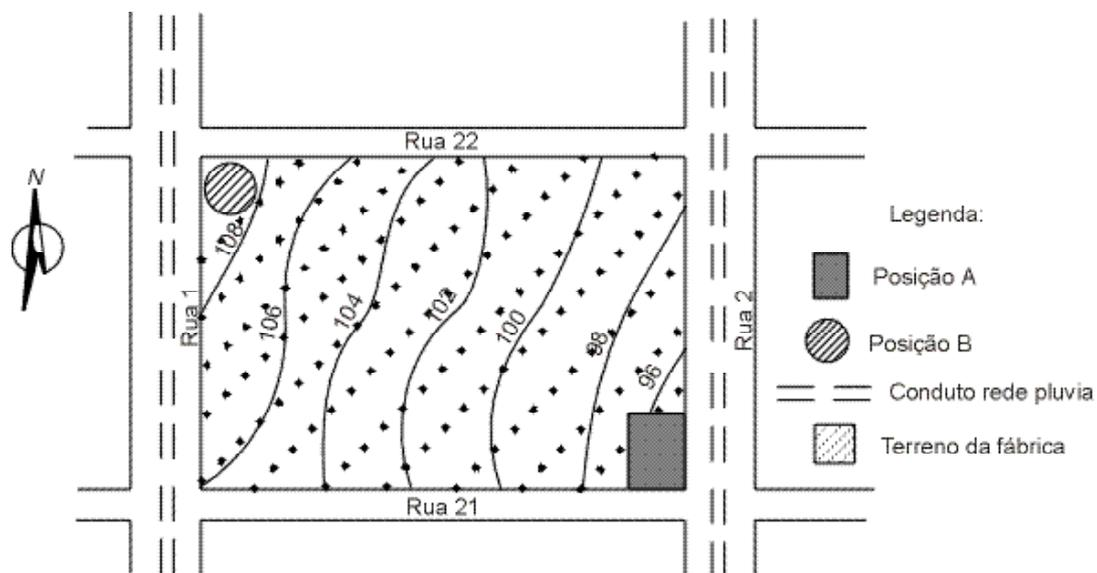

Figura 2 - Planta de localização do terreno com curvas de nível
- planta de localização, com as curvas de níveis (Figura 2);
**a)** Observando as características topográficas do terreno, entre as posições A e B indicadas na Figura 2, qual você escolheria para posicionar a bacia de detenção? Justifique sua resposta.